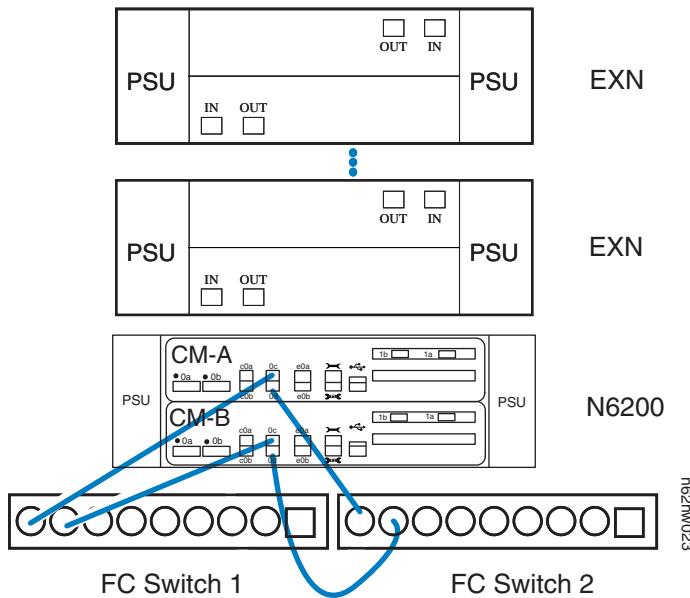

图 8. 将 N6200 系统用电缆连接到光纤通道交换机
1. 如图 8 所示，将顶部和底部控制器模块（CM-A 和 CM-B）的板载端口 0c 用电缆连接到一个光纤通道交换机上的两个端口。
2. 如图 8 所示，将顶部和底部控制器模块（CM-A 和 CM-B）的板载端口 0d 用电缆连接到另一个光纤通道交换机上的两个端口。